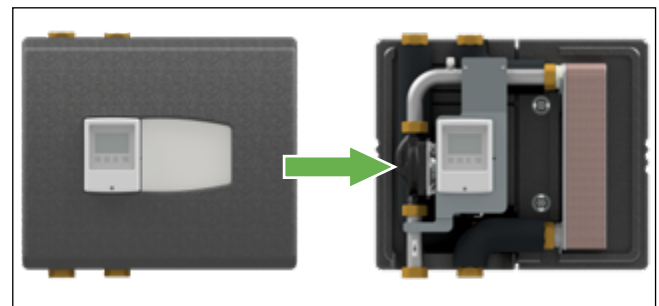

Fig. 8-1: Verwijderen van het voorpaneel
2. Verwijder het voorpaneel van de drinkwatereenheid (Fig. 8-1 op pagina 11).